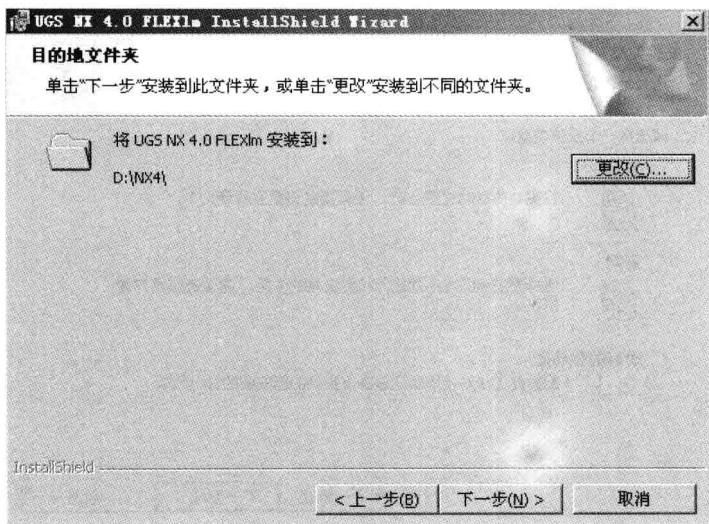

图 1.2.8 更改安装路径
(4) 在图 1.2.8 所示对话框中,单击“更改”按钮,选择安装路径。